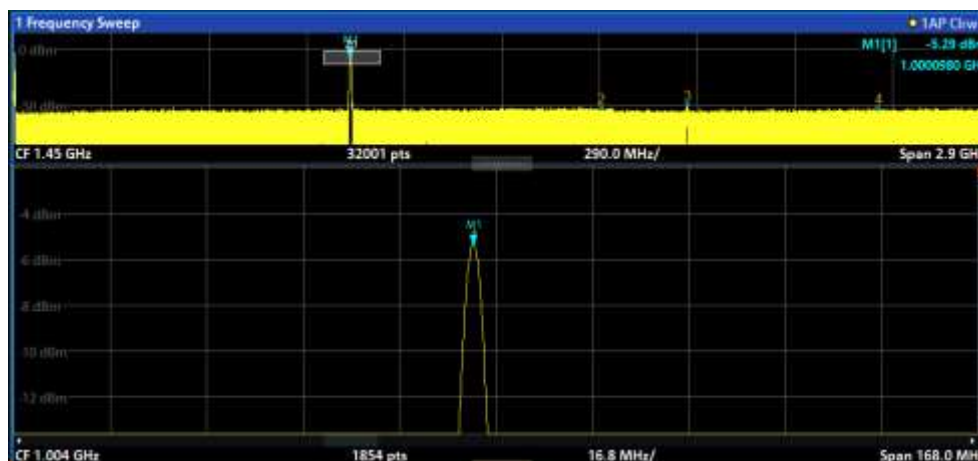

Figure 4-17 : Crête zoomée avec nombre de points de balayage augmenté
3. Dans la Figure 4-17, la crête agrandie est représentée par une trace très dense. Cela est dû au nombre insuffisant de points de balayage. Les points de balayage manquants pour l'affichage zoomé sont interpolés, ce qui fournit des résultats médiocres. Pour optimiser les résultats, nous augmenterons le nombre de points de balayage de la valeur par défaut 1001 à 32001.